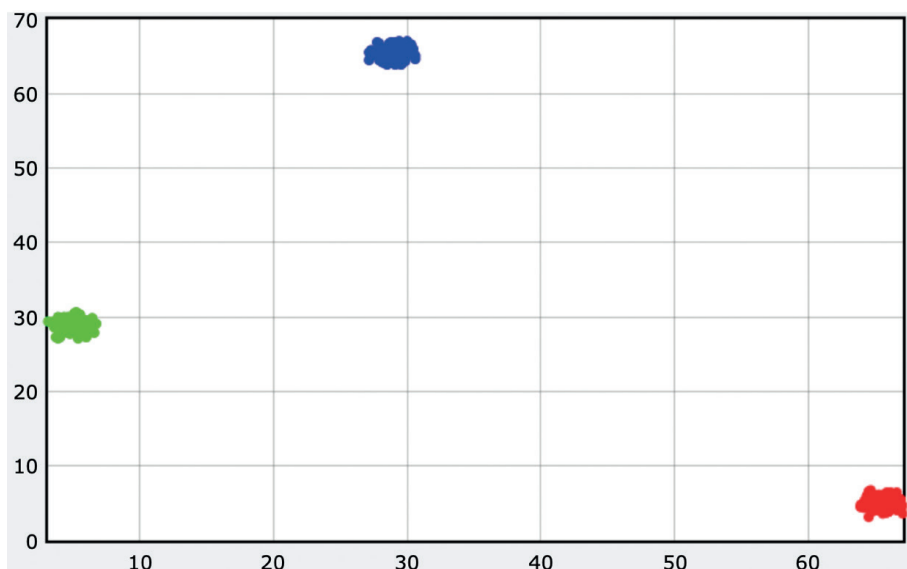

Рис. 16.11. Экран калибровки магнитометра на начальном этапе
10. Загрузите код и запустите его с помощью VPython. Вы увидите результат, как на рис. 16.11.
На рис. 16.11 кластеры показаны в виде трех разноцветных пятен: справа снизу находится красный кластер (для  $x_y$ ), сверху – синий (для  $u_z$ ) и слева – зеленый (для  $z_x$ ). В зависимости от текущего положения вашего робота в пространстве кластеры могут быть расположены по-разному.